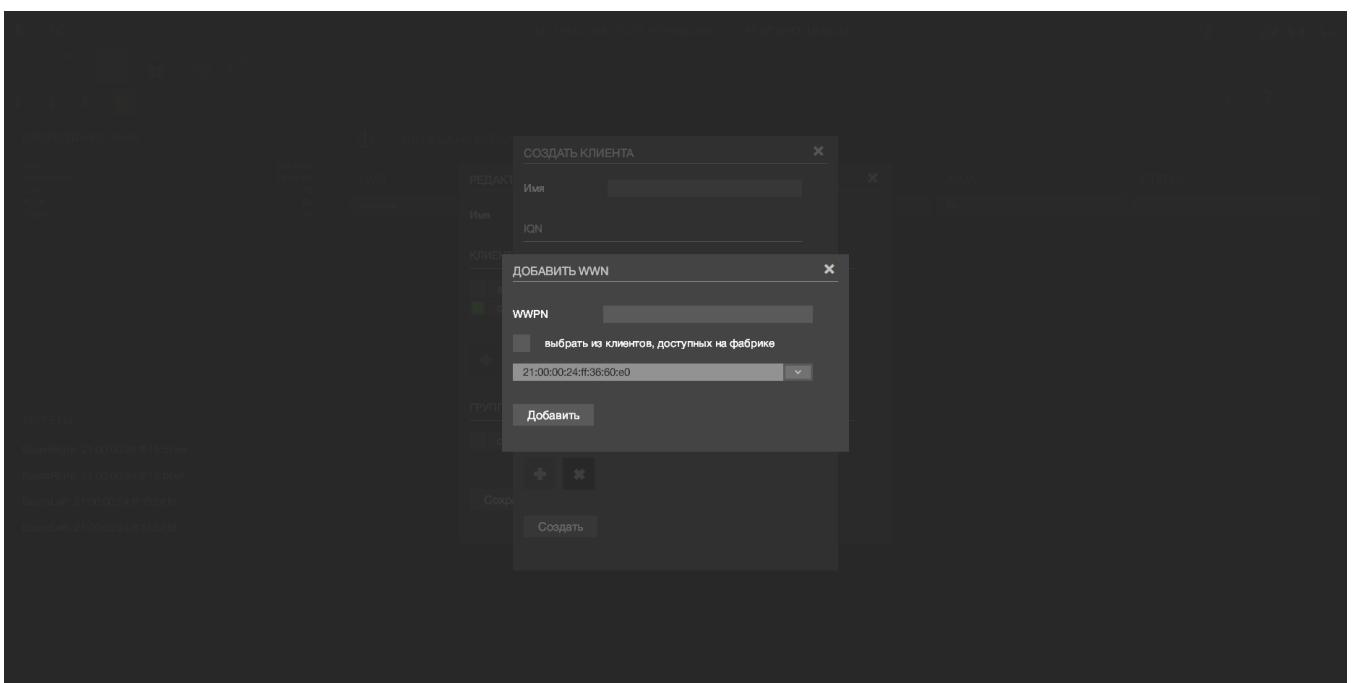

Рисунок 68 – Добавление WWN
- 4.3.2) Из выпадающего меню выбрать нужные wwpn клиента (см. Рисунок 68)